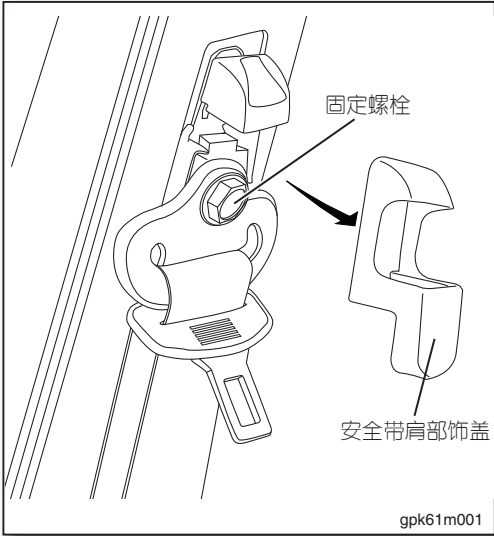

图1
1. 拆开安全带肩部调整器饰盖，接着再拆下安全带肩部的固定螺栓(如图1)。